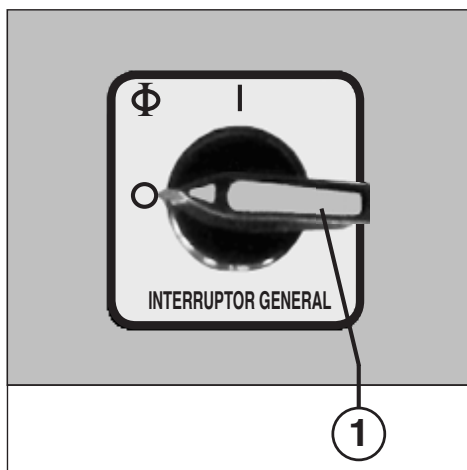

Fig. 1
Preste atención a que la máquina esté desconectada durante la noche (interruptor general (1) (Fig. 1) en posición "0").